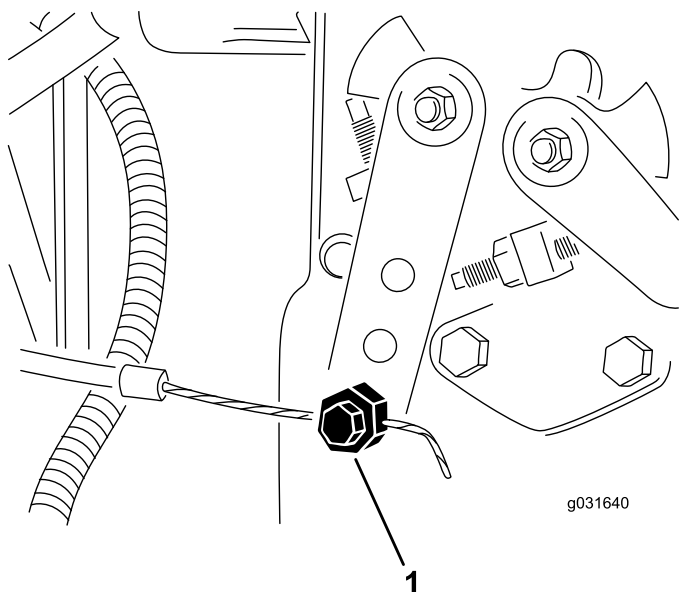

Figura 63
2. Slăbii conectorul cablului manetei de acceleraie de pe braul manetei pompei de injecie (Figura 63).